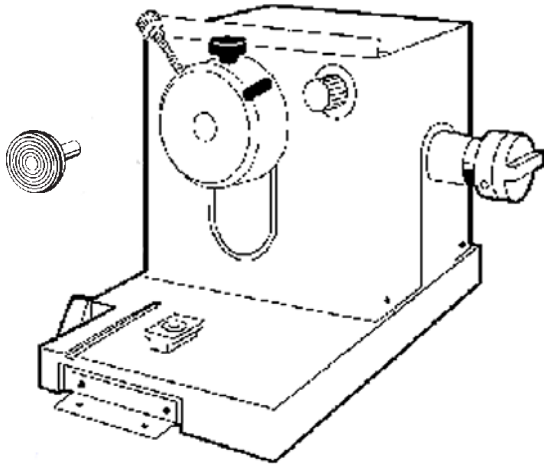

Fig. 18
- Se disponibile, attivare l'elemento Peltier (4). Il raggiungimento della massima prestazione di congelamento può richiedere fino a 40 secondi.
- Una volta che il preparato è congelato, inserire il disco di preparato nella testa del preparato (Fig. 18) e avviare il sezionamento.